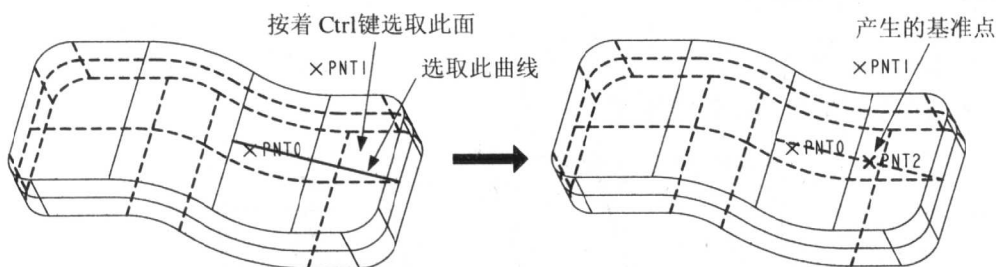

图 1.11
- [单击工具栏中显示隐藏线的图标 , 选取如图 1.11 左侧所示的曲线, 然后按住键盘的 Ctrl 键选取如图 1.11 所示的曲面]